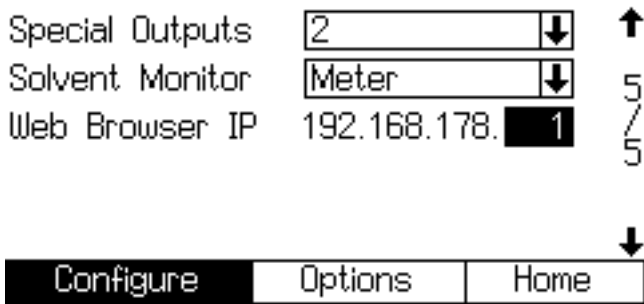

FIG. 5 : Écran 5 de Configuration du Système
- Sur EasyKey, allez à l'écran 5 de Configuration du Système et tapez le numéro d'IP assigné à cet EasyKey (1-99). Voir FIG. 5.